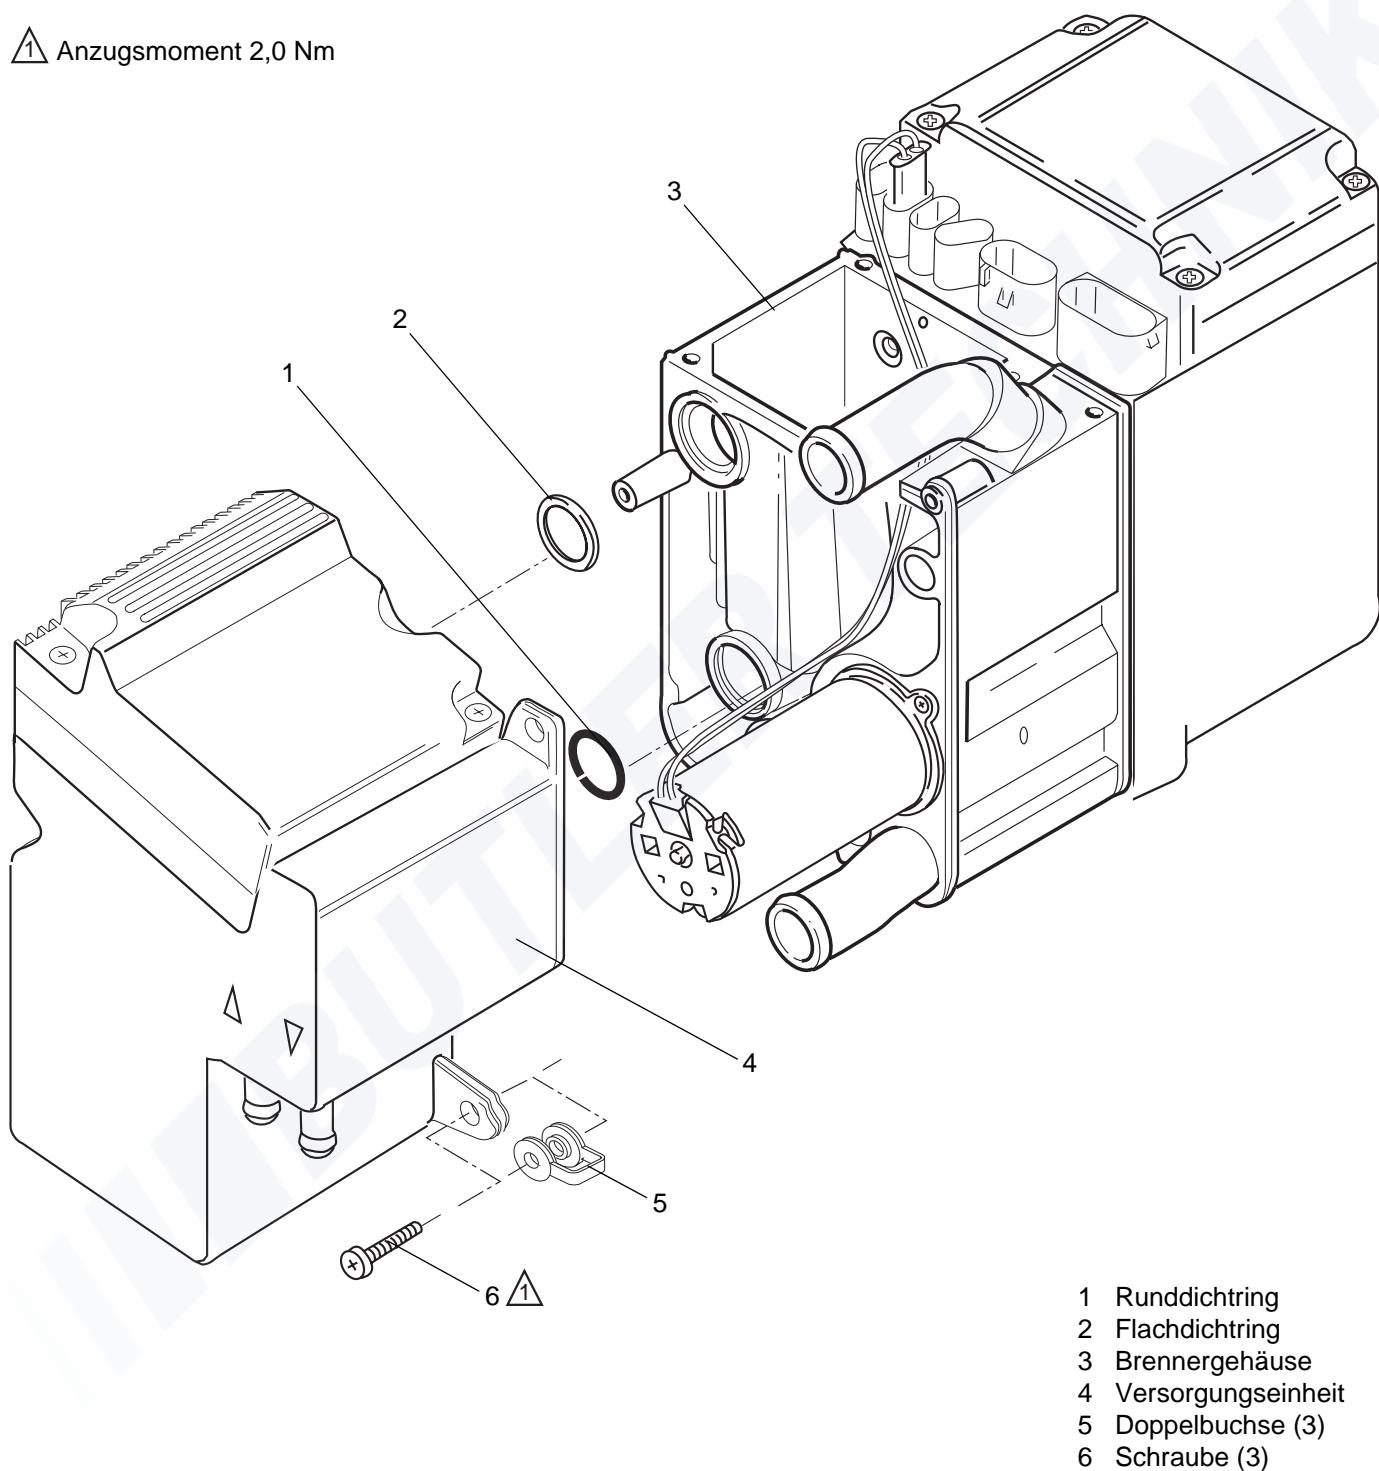

Abb. 901 Wechsel der Versorgungseinheit
3. Schrauben (6, Abb. 901) entfernen. Die Schrauben sind mit Klebstoff gesichert und lassen sich bei Bedarf durch hin- und herdrehen leichter lösen.
4. Versorgungseinheit (4) und Ansaugstutzen entfernen.
5. Ggf. Versorgungseinheit (4), Schrauben (6), Dichtringe (1 und 2) und Doppelbuchsen (5) aussondern.
1. Neuen Flachdichtring (2, Abb.901) einfetten und in das Brennergehäuse (3) einsetzen. Neuen O-Ring (1) auf die Brennstoffübergabe der Versorgungseinheit (4) stecken (siehe Abb.).
2. Doppelbuchsen (5) einsetzen.
3. Ansaugstutzen in das Brennergehäuse (3) einsetzen.